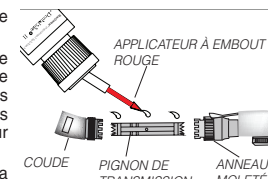

FIG. 6
- Déposez une goutte de Dentalube II dans les deux joints du pignon de transmission entre le pignon et le logement du pignon, ainsi qu'une goutte de Dentalube II dans le trou au centre du logement du pignon. Faites pivoter les pignons pour permettre au Dentalube II de se répandre dans les roulements à billes. Appliquez une légère couche de Dentalube II sur les dents du pignon. (Fig. 6)